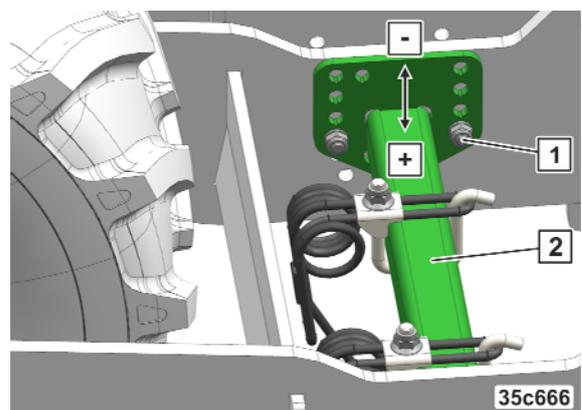

Рис. 199
1. Ослабьте и снимите гайки (Рис. 199/1).
2. Переместите кронштейн сетчатой борны (Рис. 199/2) в нужное положение.
3. Переместите кронштейн сетчатой бороны (Рис. 199/3) в нужное положение.